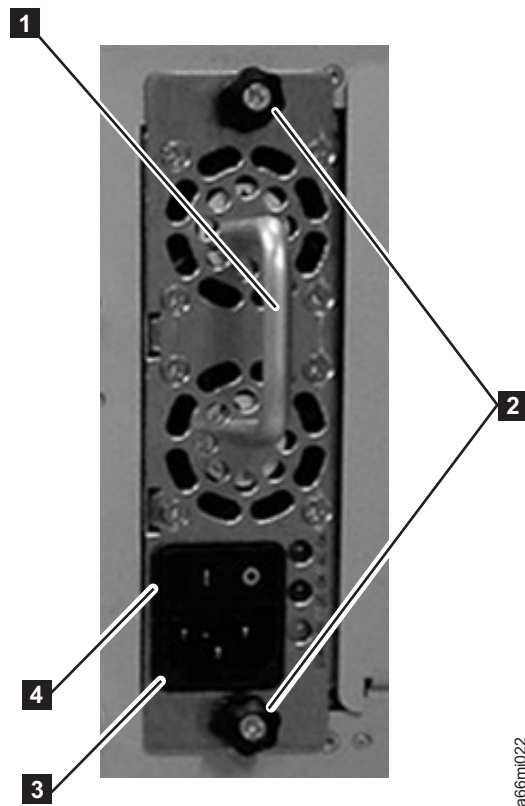

Figura 3-14. Fuente de alimentación del módulo de control
1. Sustituya el componente de la fuente de alimentación deslizándolos por la ranura de la fuente de alimentación. En primer lugar, sujete el asa (**1** de la Figura 3-14) mientras sujeta el componente de fuente de alimentación por la parte inferior. A continuación, alinee el componente de la fuente de alimentación con las guías de la ranura de la fuente de alimentación y presione suavemente para insertarla en la biblioteca.
2. Apriete los dos tornillos de mano (**2** de la Figura 3-14) del componente de la fuente de alimentación girándolos en el sentido de las agujas del reloj.